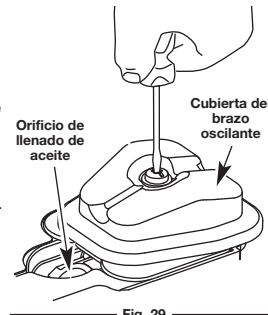

Fig. 29
- Limpie la suciedad de alrededor de la cubierta del brazo oscilante. Saque el tornillo que sostiene la cubierta del brazo oscilante con un destornillador grande de vástago plano o con una broca Torx T-25 (Fig. 29). Saque la cubierta y la junta del brazo oscilante.